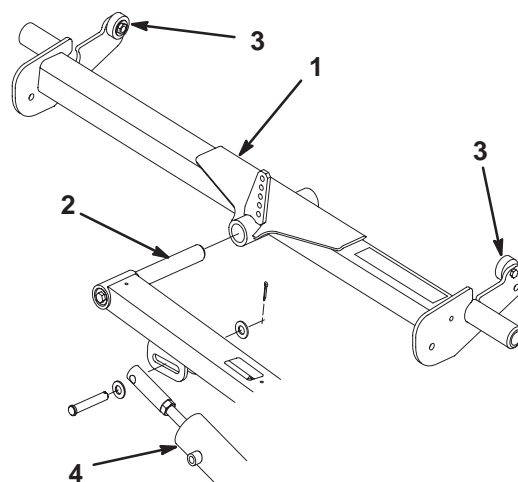

**Figure 3**
6. Si vous utilisez un siège standard, vous devez poser une butée (Fig. 3) de la manière suivante :
- C. A l'aide de la vis et de l'écrou retirés et d'une vis de 5/16 x 1" et d'un écrou fournis avec les pièces détachées, fixez la butée de siège et le séparateur d'eau à la surface inférieure de la jupe. Positionnez la butée comme illustré à la Figure 3.